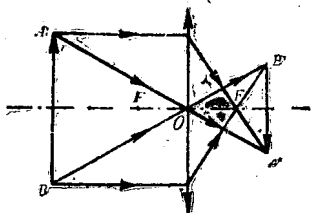

图 15-21
(3) 当 $u > 2f$ 时，象与物体分别在凸透镜的两侧，象是倒立的、缩小的实象(图15-21)。